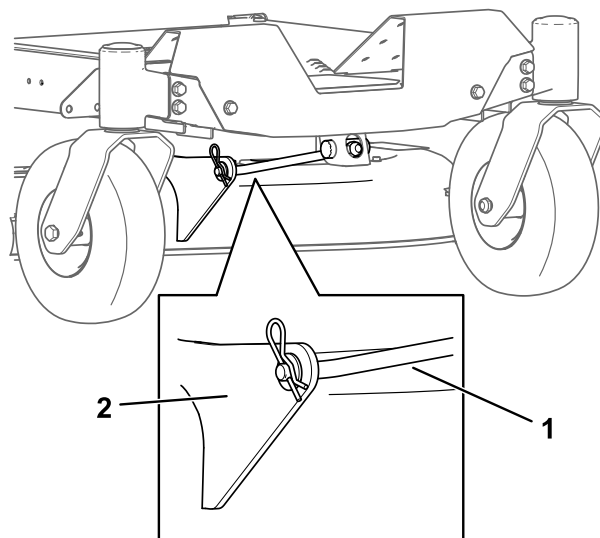

Bild 74
5. Entfernen Sie den Splint von der vorderen Stützstange und nehmen Sie die Stange aus der Mähwerkhalterung (Bild 74).
8. Befestigen Sie die vordere Stützstange mit den Lastösenbolzen und Splints am Mähwerk (Bild 74).